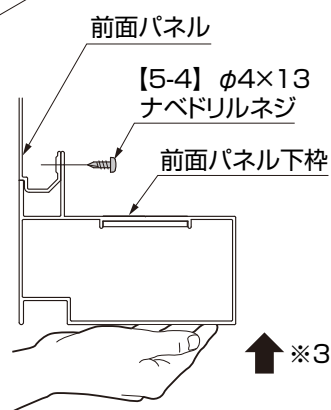

図5-5
④前面パネルを前面パネル下枠の家側から【5-4】で固定してください。(図5-5参照)